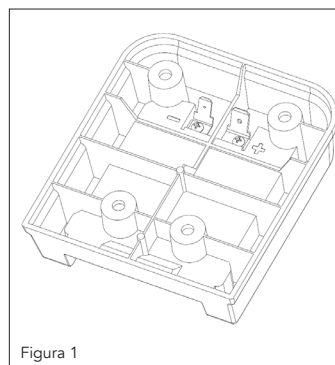

Figura 1
- Localice las terminales dentro del puerto de conexión de la batería. (Vea la Figura 1)